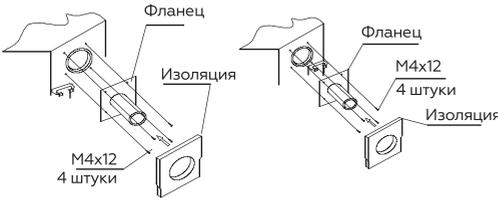

Рис. 30
7. Закрепите фланец и изолируйте его (Рис. 30).